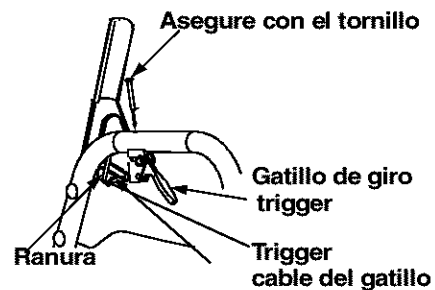

Figura 12
- Coloque el adaptador del tambor del cable dentro del orificio del gatillo. Usted puede encontrar los gatillos y la ferretería relacionada en el grupo G del conjunto de ferretería. Tire del cable y gírelo alrededor del fondo del gatillo, con el cable interior en la ranura, hasta que el extremo del cable pueda ser empujado dentro del armazón del gatillo y calzado firme. Vea la Figura 12.
- Ponga el disparador derecho de la vuelta en la posición por debajo de la manija derecha. Inserte el tornillo, del grupo G del paquete del hardware, en el agujero en la manija y la tuerca de la autógena moldeadas en la asamblea del disparador de la vuelta. Véa la Figura 12. Apriete el tornillo con un destornillador de Philips. Repita en el lado izquierdo.